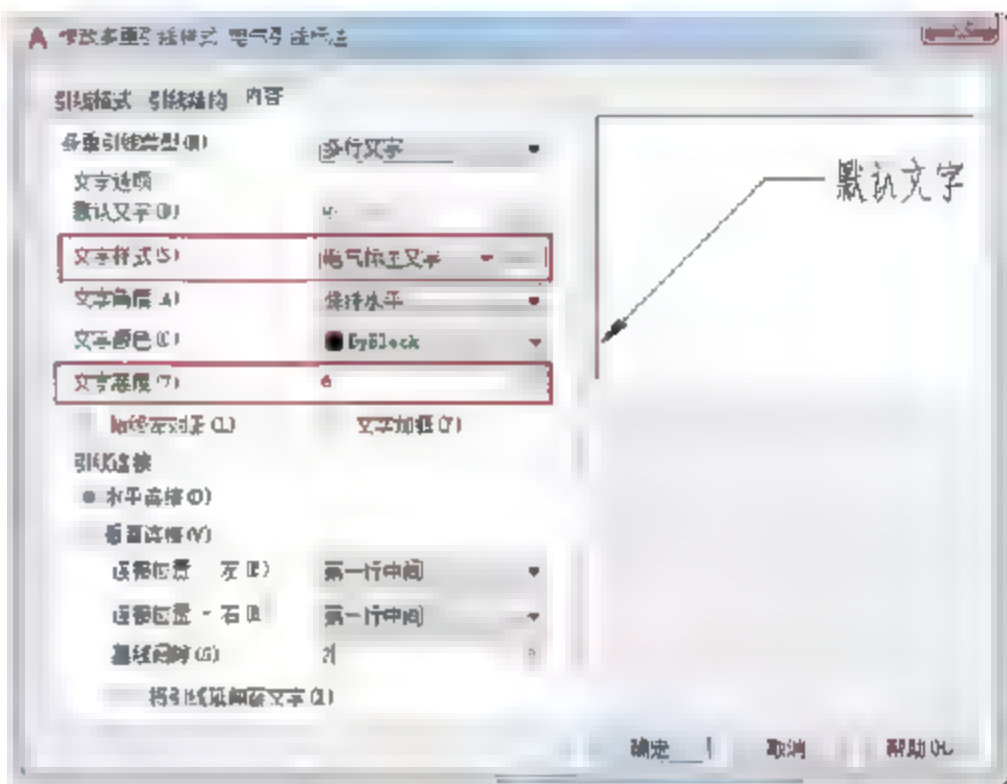

图5-90 【内容】选项卡
- 05 选择【内容】选项卡，单击【文字样式】下拉按钮，选择【电气标注文字】样式，设置【文字高度】为6，如图5-90所示。